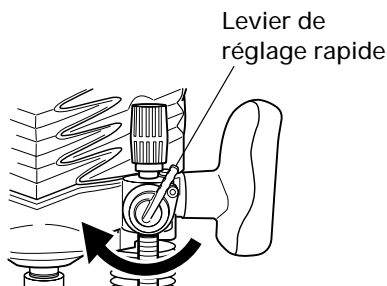

Fig. 7
- (2) Tournez le levier de réglage rapide dans le sens des aiguilles d'une montre jusqu'à ce que le levier de réglage rapide s'arrête avec la vis d'arrêt. (Fig. 7)